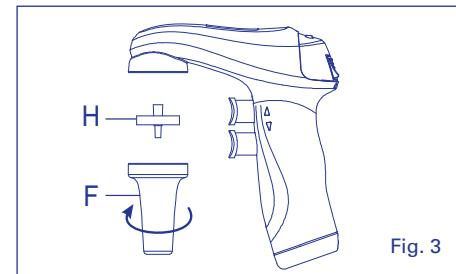

Fig. 3
- Bei niedriger Akkustand-Anzeige (Abb. 3), Ladegerät einstecken und Pipettierungsvorgang fortsetzen.
Do not allow liquid to enter the instrument. Hydrophobic protection filter (H) could clog and suction be impaired. To replace filter (Fig 3), remove pipette, unscrew nose cone (F), pull out and replace membrane filter (H). Reassemble unit. Clean instrument with a damp cloth or with most laboratory disinfectants.
Ersetzen des Membranfilters (Abb. 3), Pipette abnehmen, Nasenkonus (F) abschrauben, Membranfilter (H) herausziehen und ersetzen.
Ne jamais aspirer de liquide à l'intérieur de l'instrument. La membrane du filtre de protection (H) peut s'obstruer et compromettre l'aspiration. Remplacement du filtre (Fig 3), retirer la pipette, dévisser le cône (F), sortir et remplacer le filtre (H). Remonter l'instrument. Nettoyage avec un chiffon humide ou avec un détergent de laboratoire courant. Le Profiller™ electro n'est pas autoclavable, excepté le porte-pipette en silicium (G) et le cône (F) 121°C, 20 minutes.